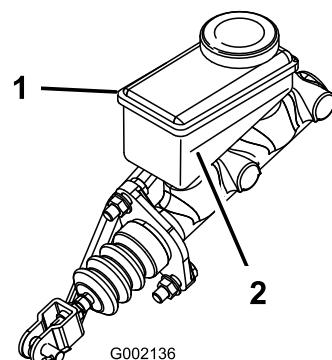

Figure 18
3. Observez le repère de niveau sur le côté du réservoir (Figure 18).
- B. Versez du liquide de frein DOT 3 dans le réservoir jusqu'à ce que le niveau dépasse le repère minimum (Figure 18).